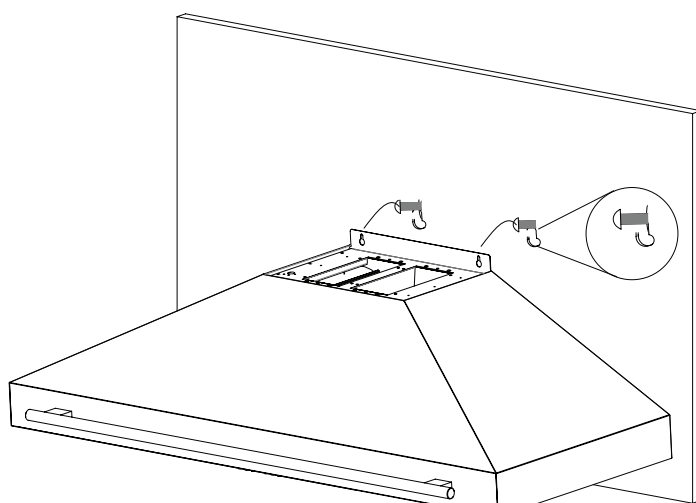

Figure 3.
- Accrochez la hotte aux vis #6-32 (B) installées dans les ancrages à expansion (A), avec les rondelles plates (C) en place.
- Une fois la hotte correctement installée, serrez les vis à fond pour la fixer, sans trop les serrer. Voir la figure 3.